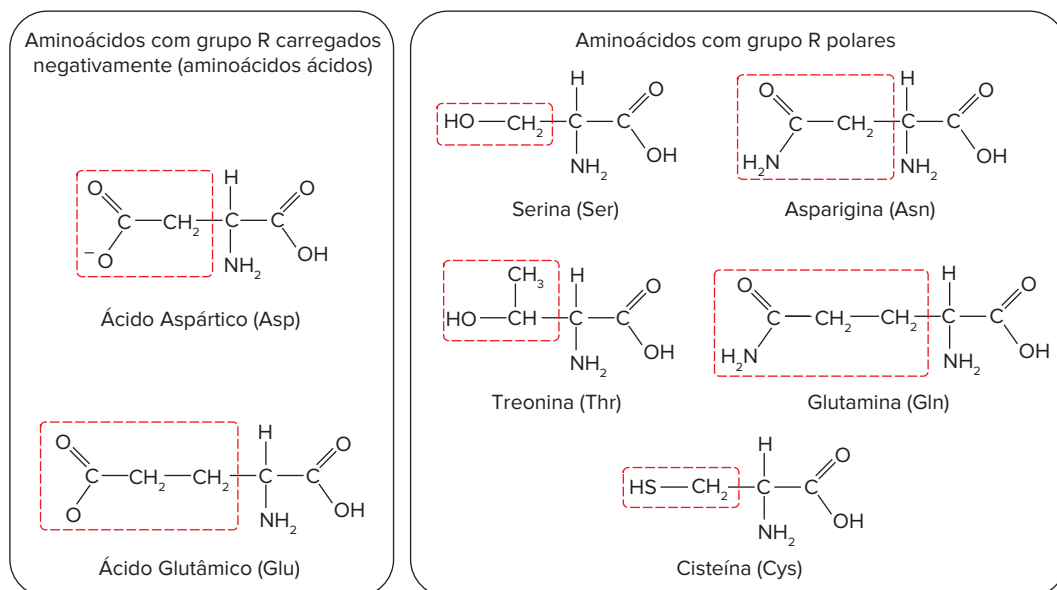

Fig. 3 Nome, abreviatura e classificação dos vinte α -aminoácidos primários
Os α -aminoácidos estão agrupados de acordo com a característica de sua cadeia lateral (R), que varia em estrutura e carga elétrica, e influencia a solubilidade dos aminoácidos em água. A Fig. 3 indica o nome e a abreviação, a estrutura e a classificação em relação ao grupo R dos vinte α -aminoácidos primários